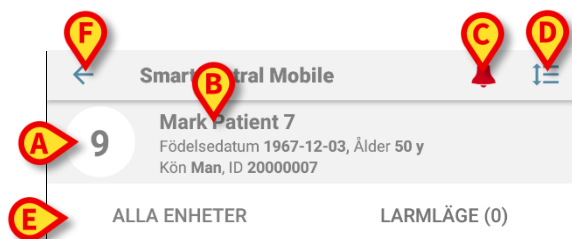
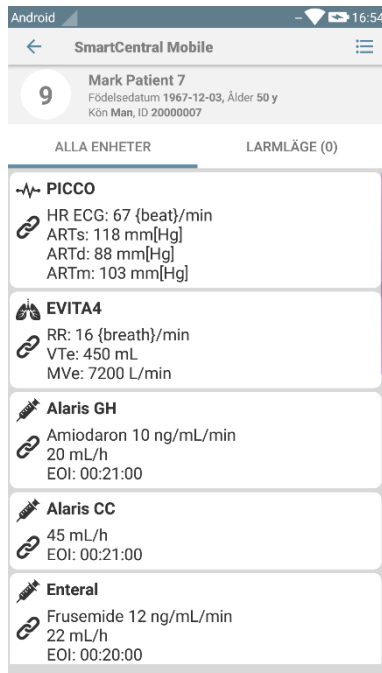

Fig. 79
Fig. 80
I rubrikområdet (Fig. 79) är följande information och verktyg tillgängliga:
- Bäddnummer (Fig. 79 **A**).
- Patientdata (Fig. 79 **B**).
- Den röda ikonen av en klocka (Fig. 79 **C**) indikerar att det finns åtminstone en medicinteknisk produkt som är larmad på en av de andra bäddarna (de som nu inte visas). Om den röda klockikonen vidrörs, då Smart Central skärmen kommer att presentera en lista över oroade patienter.
- Använd ikonerna i Fig. 79 **D** för att förstora enhetsområden och visa mer information för varje ansluten medicinteknisk produkt (Fig. 80). Typen av visad information beror på konfigurationen och den specifika enheten.
Tryck åter på ikonerna (Fig. 79 **D**) för att gå tillbaka till det kompakta visningssättet.
- Använd filtren i Fig. 79 **E** för att visa antingen alla anslutna medicintekniska produkter eller endast de som ger meddelanden.
Använd pil-tillbaka-knappen (Fig. 79 **F**) för att gå tillbaka till skärmbilden Central.